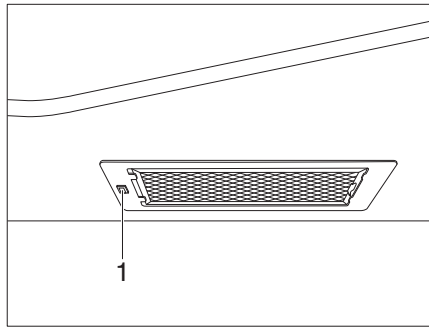

Fig. 313 Cappa di aspirazione
- Accendere e spegnere la cappa di aspirazione tramite l'interruttore (Fig. 313,1).